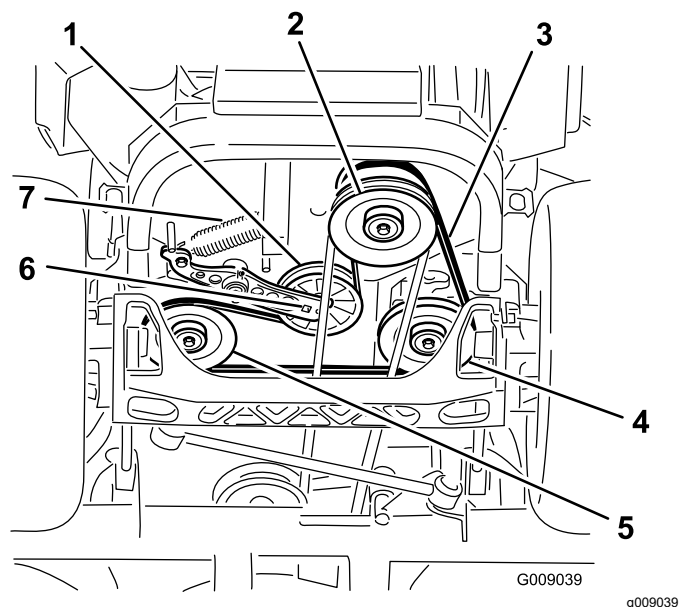

Figura 80
4. Levante la máquina y apóyela sobre gatos fijos (Figura 80).
5. Utilice una llave de carraca en el orificio cuadrado del brazo tensor para retirar el muelle tensor (Figura 80).
6. Desenganche el muelle de la polea tensora del bastidor (Figura 80).
9. Utilizando la llave de carraca en el orificio cuadrado del brazo tensor, instale el muelle tensor en el bastidor (Figura 80).